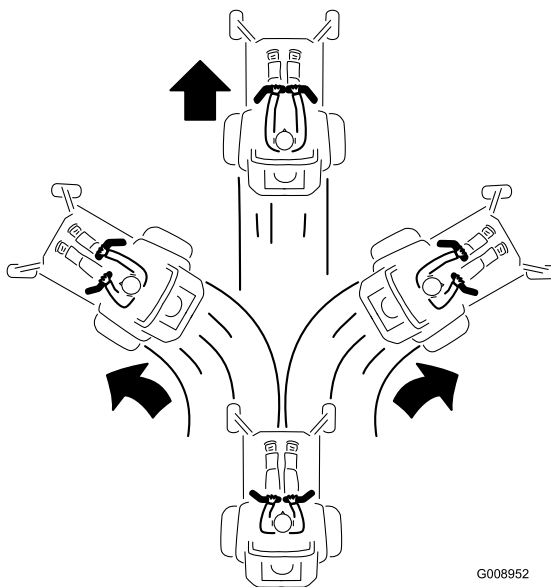

Figura 18
2. Para ir hacia adelante, empuje lentamente las palancas de control de movimiento hacia adelante (Figura 16 y Figura 18).
Para ir en línea recta, aplique la misma presión a ambas palancas de control de movimiento (Figura 16 y Figura 18).
Para girar, deje de empujar la palanca de control de movimiento del lado al que desea girar (Figura 16 y Figura 18).